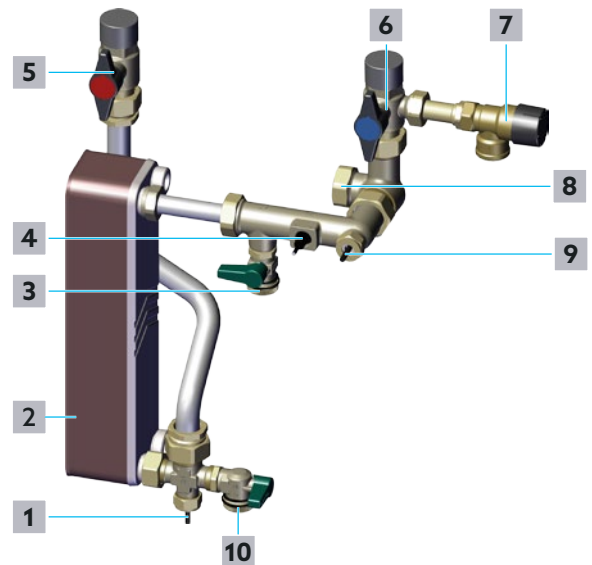

Abb. 19: Trinkwasserkreis Befüllen und Entlüften
- 1 Öffnen Sie langsam den Absperrkugelhahn Trinkwasser warm (siehe Position **5** in Abb. 19 auf Seite 24 und Position **10** in Abb. 2 auf Seite 11).
- 2 Öffnen Sie langsam den Absperrkugelhahn Trinkwasser kalt (siehe Position **6** in Abb. 19 auf Seite 24 und Position **11** in Abb. 2 auf Seite 11).
- ▶ Falls im Trinkwasserkreis weiterhin Geräusche durch Lufteinschlüsse entstehen, öffnen Sie leicht den KFE-Kugelhahn Trinkwasser warm bis nur noch Wasser austritt (siehe Position **10** in Abb. 19 auf Seite 24 und Position **16** in Abb. 2 auf Seite 11).